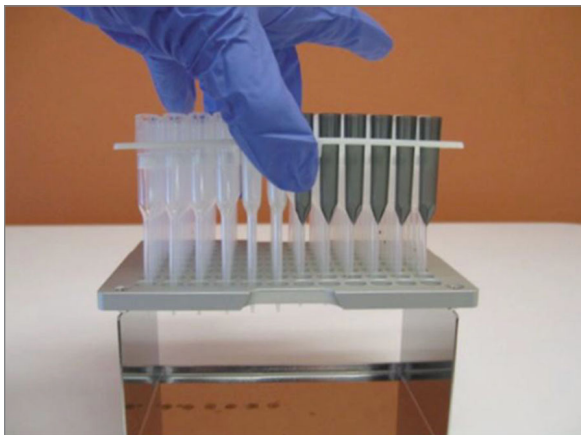

ABBILDUNG 5.13: Spitzen und Folienpiercer in den metallenen Spitzenträger setzen
- b. Platzieren Sie die Spitzen und die Folienpiercer im Träger. Halten Sie die Spitzenablage aus Kunststoff in der Mitte fest und halten Sie sie über den metallenen Träger, und senken Sie dann die Spitzen langsam in die metallene Halterung ab. Es ist hilfreich, den Träger auf Augenhöhe zu positionieren, um die Kunststoffspitzen im Träger auszurichten (ABBILDUNG 5.13).